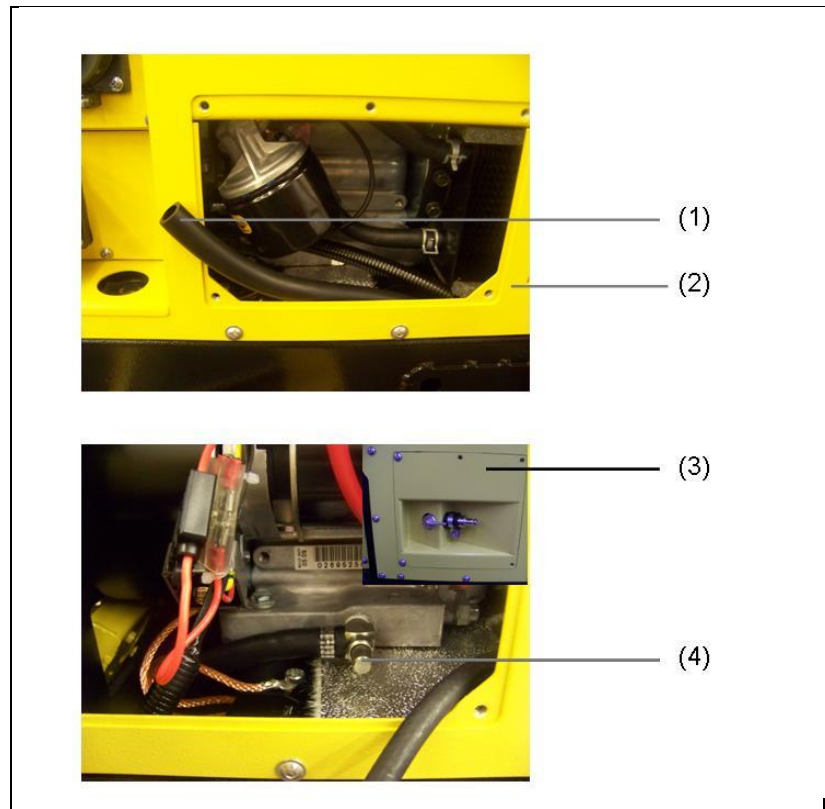

Abb. 6-3: Öl wechseln
2. Ölablassschlauch (Abb. 6-3-(1)) ganz herausziehen.
4. Seitenblech-Dreiwege-Hahn (Abb. 6-3-(3)) auf der gegenüberliegenden Seite abschrauben.
5. Ölablasshahn (*Abb. 6-3-(4)*) öffnen. Hierzu ein wenig an der Schraube drehen bis Öl über den Ölablassschlauch (*Abb. 6-3-(1)*) abläuft. Das Gerät leicht kippen damit das Öl vollständig ablaufen kann.